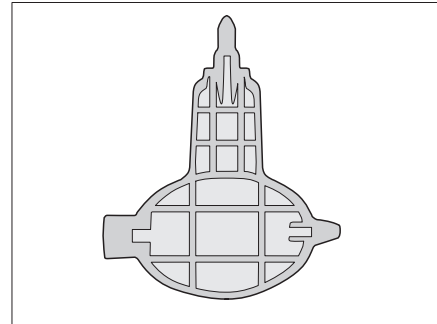

Bild 357 Schlüssel für Siphon (nur Alpa)
- ▷ Dem Modell Alfa liegt ein Schlüssel (Bild 357) zum Lösen des Siphons bei.